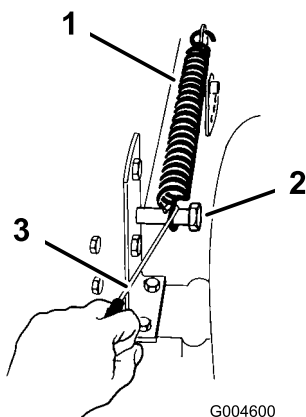

Bild 39
9. Afmonter hjælpeløftfjederen til klippehøjdehåndtaget fra låsebolten (Bild 39) vha. det fjederværktøj, som leveres med traktoren.
19. Sæt hjælpeløftfjederen til klippehøjdehåndtaget fast i låsebolten (Bild 39) vha. det fjederværktøj, som leveres med traktoren.